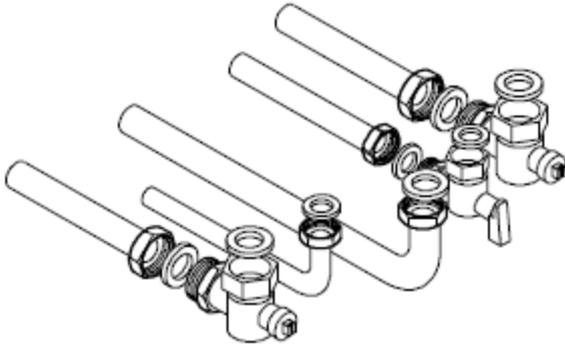

Fig. 5.3.
5. Proceder à união das tubagens utilizando as juntas originais fornecidas com os passadores. Recomenda-se apertar bem as uniões hidráulicas e de gás, fig. 5.3.